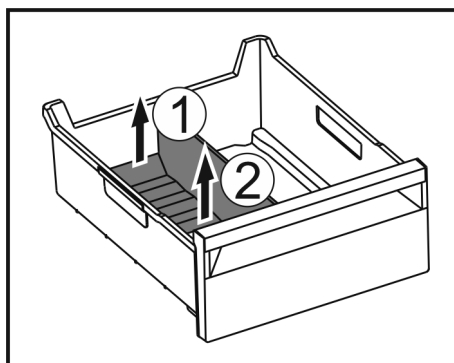

Fig. 126
- Løft den bageste del af frostrumsadskilleren. Fig. 126 (1)
- Tag frostrumsadskilleren op og ud. Fig. 126 (2)